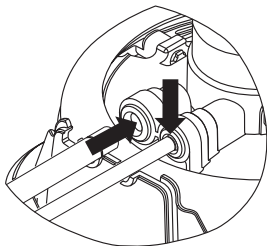

Fig. 41
13. **Vuelva a insertar cada tubo de la manguera** en los conectores correspondientes del Soporte. **Inserte** los tubos hasta que lleguen a las marcas o las marcas desaparezcan (Fig. 41).